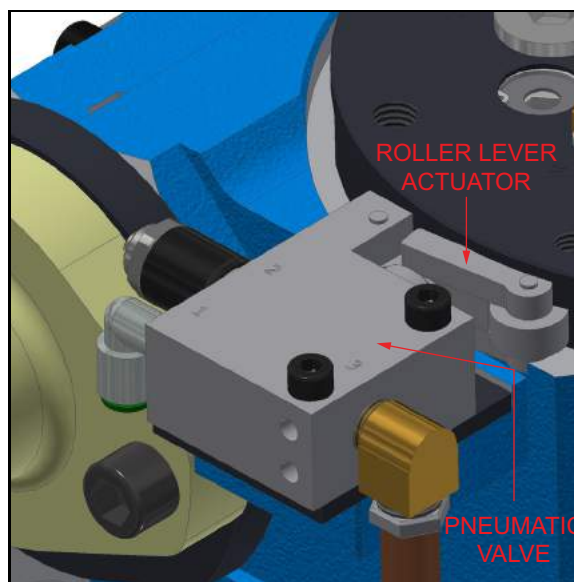

Рисунок 3-36. МЕСТОПОЛОЖЕНИЕ ПНЕВМОКЛАПАНА
- Используя такой инструмент, как отвертка, надавите на привод роликового рычага пневмоклапана (см. рис. 3-36) около верха шпинделя. Семь циклов привода роликового рычага соответствуют повороту обрабатывающего рычага на 360° .